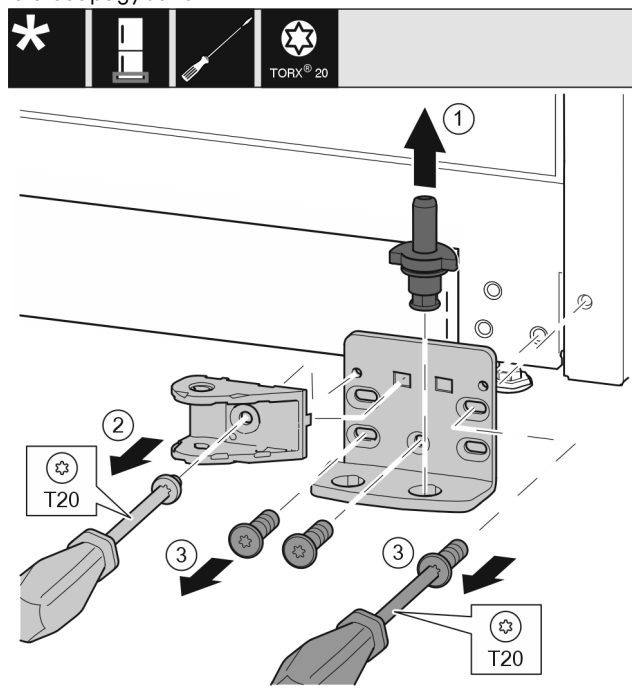

Fig. 44 *
- ▶ Húzza ki teljesen a csapszeget Fig. 44 (1) felfelé.*
- ▶ Tekerje ki a csavart Fig. 44 (2) csavarhúzóval, és vegye le a záráscsillapító egység kötőelemét.*
- ▶ Tekerje ki a csavarokat Fig. 44 (3) csavarhúzóval, és vegye le a csapágybakot.*